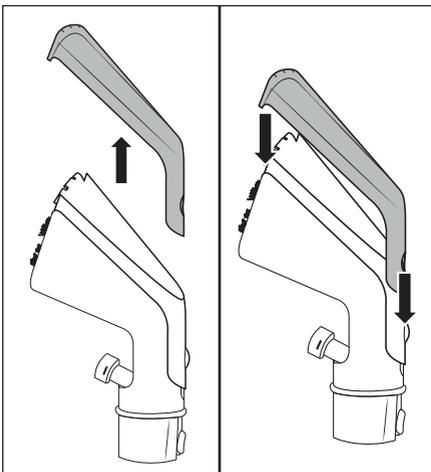

Fig. 9
- ◆ Tryk på låseknappen 24 til afdækningen til rengøringstilbehøret 23 til polstermundstykket 22, og tag afdækningen til rengøringstilbehøret 23 af (se fig. 9).
- ◆ Sæt afdækningen til rengøringstilbehøret 23 på polstermundstykket 22, og skub den ned, indtil låseknappen 24 går helt i indgreb i polstermundstykket 22 (se fig. 9).